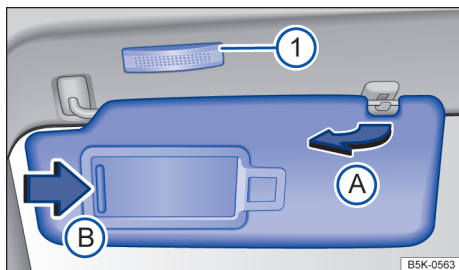

Fig. 90 No revestimento do teto dianteiro: para-sol.
- Retirar do suporte e virar na direção das portas → Fig. 90 (A).